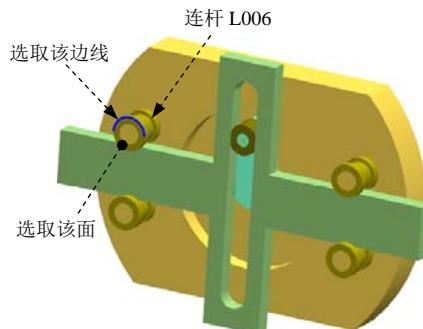

图 10.1.11 定义旋转副（四）
(1) 选择下拉菜单 **插入(S)** → **运动副(I)…** 命令，系统弹出“运动副”对话框。
(2) 定义运动副类型。在“运动副”对话框 **定义** 选项卡的 **类型** 下拉列表中选择 **旋转副** 选项。
(3) 选择连杆。选取图 10.1.11 所示的连杆 L006。
(4) 定义原点及矢量。在“运动副”对话框的 **指定原点** 下拉列表中，选取“圆弧中心” **○** 选项，在模型中选取图 10.1.11 所示的圆弧为定位原点参照；选取图 10.1.11 所示的面作为矢量参考面。
(5) 单击 **应用** 按钮，完成第六个运动副的添加。